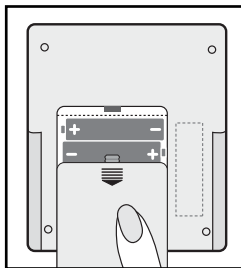

Рис. 2
1. Откройте крышку отсека для элементов питания и вставьте 4 элемента типа AA как указано на схеме, расположенной внутри отсека. Убедитесь, что полярность соблюдена. Не прилагайте чрезмерных усилий при снятии крышки отсека для элементов питания (рис. 2).